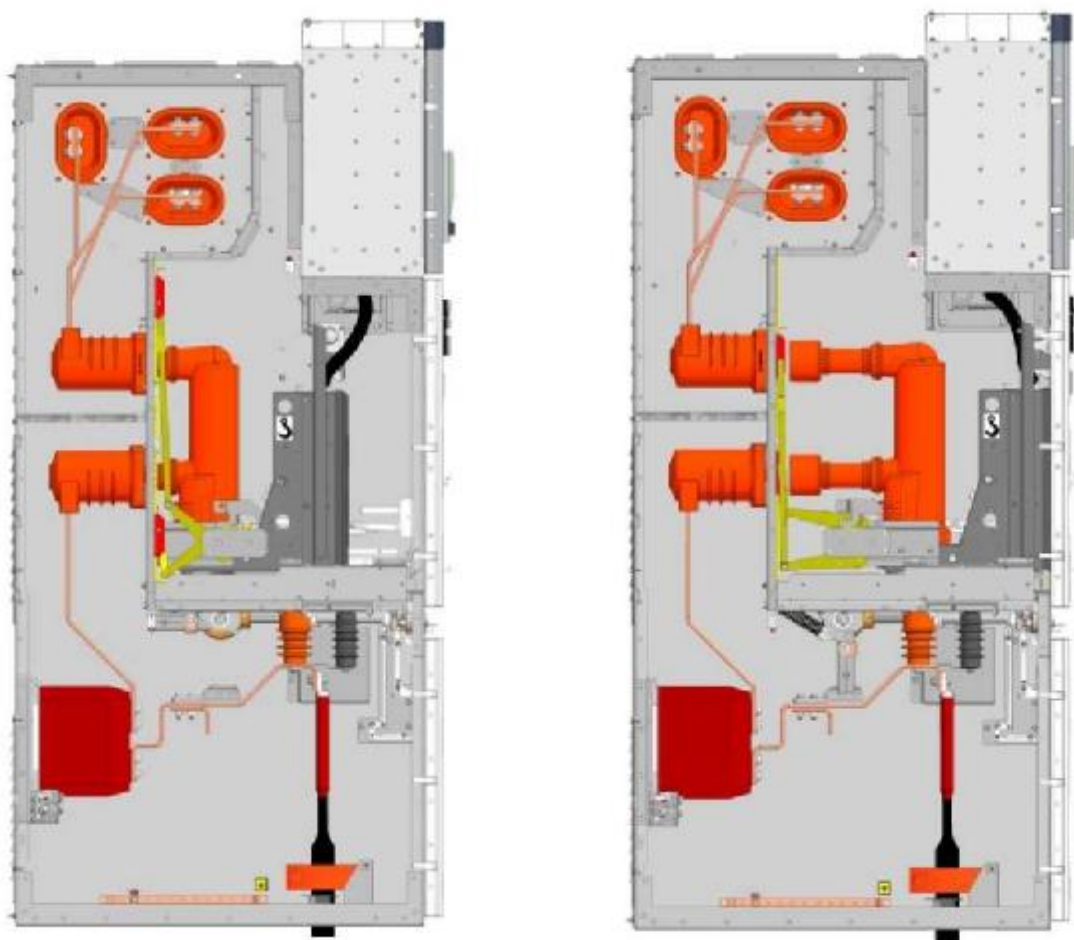

Рис. 7 Положения выкатных элементов на примере силового выключателя VF12 (слева - рабочее, справа - контрольное)
- рабочее (рис. 7, слева, шторочный механизм открыт, контакты главной цепи шкафа КРУ и выкатного элемента соединены, заход ламельных контактов в неподвижные контакты не менее 15 мм);
- контрольное (рис. 7, справа, шторочный механизм закрыт, контакты главной цепи шкафа КРУ и выкатного элемента разъединены).